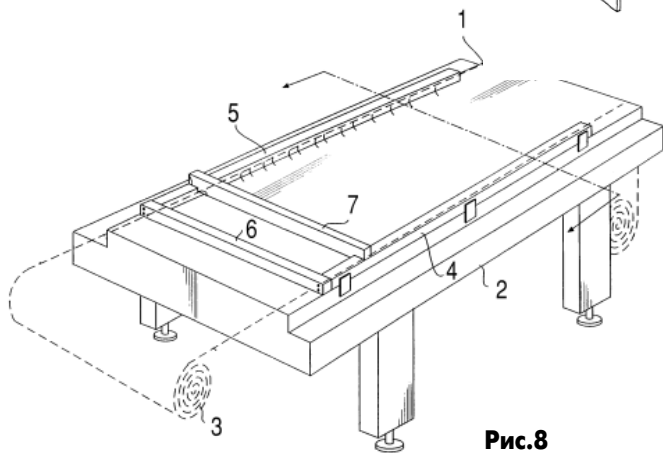

Рис.8
**Установка для замораживания и последующей резки жидких веществ** описана в международном патенте РСТ 01/54513 (2001 г.). Установка представляет собой стол 2 (рис.8), на который укладывают пленку 1 из тефлона или полипропилена. Пленку можно протягивать по столу и сворачивать в рулон 3. Поверхность стола ограничивается бортиками 4 и 5, по которым перемещаются поперечные бортики 6 и 7. Этими бортиками на столе ограничивается зона, в которую заливают жидкость. После замораживания затвердевшую поверхность режут вдоль и поперек дисковыми пилами.